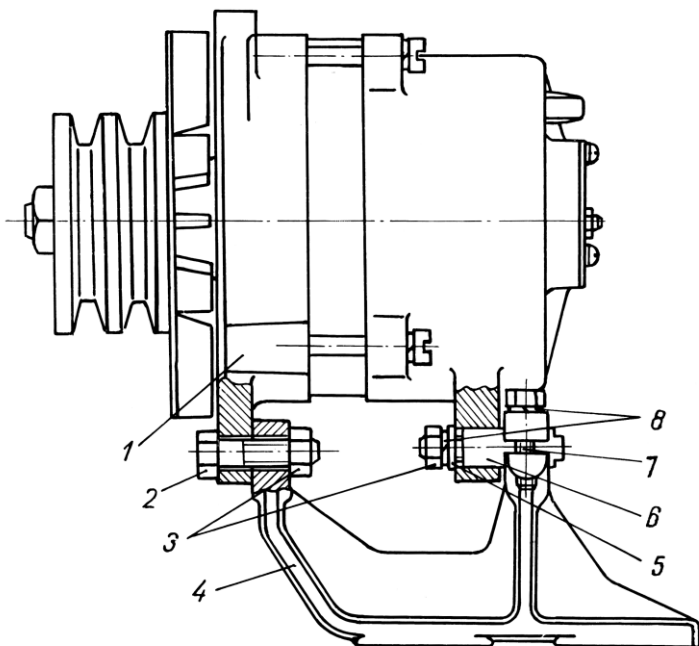

Рис. 70. Крепление генератора на двигателе:
1. Вставить палец 6 (рис. 70) в отверстие задней крышки генератора и закрепить гайкой 3 с шайбами 5 и 8.